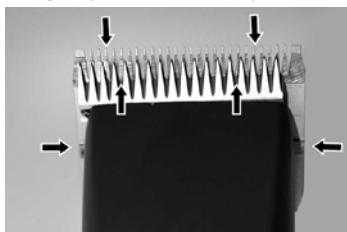

Fig. 22
För att uppnå ett bra klippresultat och för att öka klippernas och klipphuvudets livslängd måste du lägga på en tunn oljefilm mellan över- och underskäret (Fig. 22).
- ▶ Smörj skären tillräckligt mycket under klippningen (minst var femtonde minut), så att de inte torkar (Fig. 22).
Skären måste smörjas före, under och efter varje användning. När klippernas skär lämnar ränder eller går med lägre hastighet är det ett tecken på att det behövs olja. Lägg några droppar olja fram på och tvärs över klippskären (se pilarna i Fig. 22). Torka bort överskottsolja med en mjuk, torr trasa. Smörjsprayer innehåller inte tillräckligt mycket olja för att smörjningen ska bli bra, men kyler skären. Byt omedelbart skadade eller slöa skär för att undvika skador.